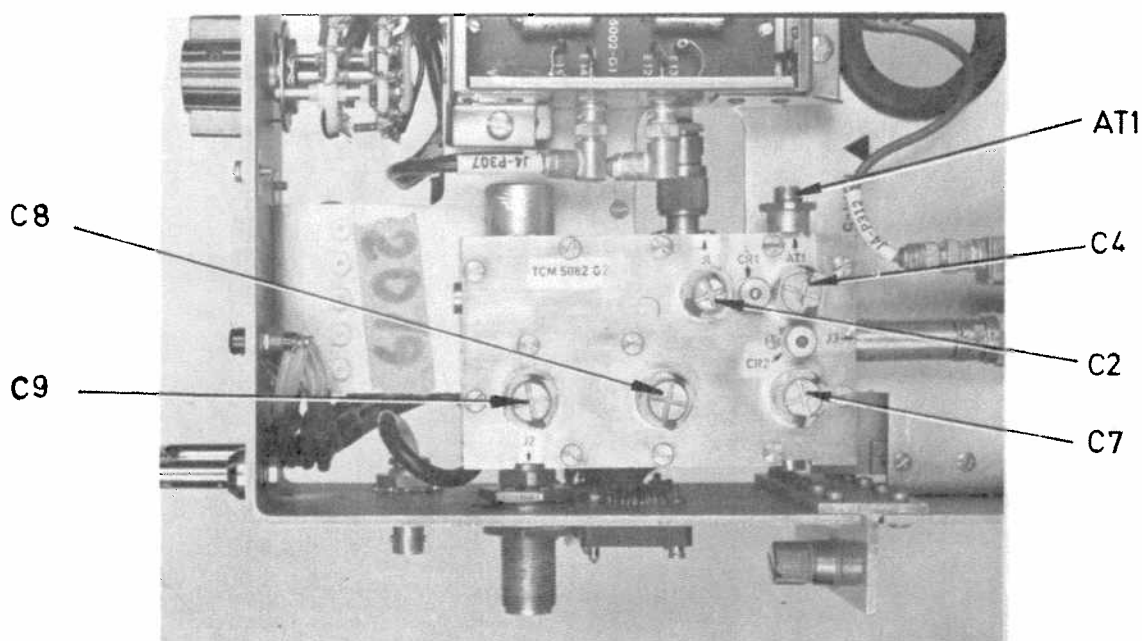

Bild 24
- Om kurvan endast ska centreras kring frekvensmarkeringen kan det i en del fall räcka att justera med kondensatorn C4 i blandaren (se bild 24).
delar. Blandarströmmen kan justeras med dämparen AT1 i blandaren, se bild 24.
- 4.4.4.4 Uppfylls inte kraven enligt avsnitt 4.4.4.2 - 4.4.4.3, trimma med kondensatorerna C2 och C4 i blandaren (se bild 24) samt kondensatorn C9 i övertonsbildaren 4BCM för bästa kurvform.
5.1.15.1 Ställ in den variabla dämpsatsen (se bild 24) så att -30 dBm insignal erhålls till mottagaren.